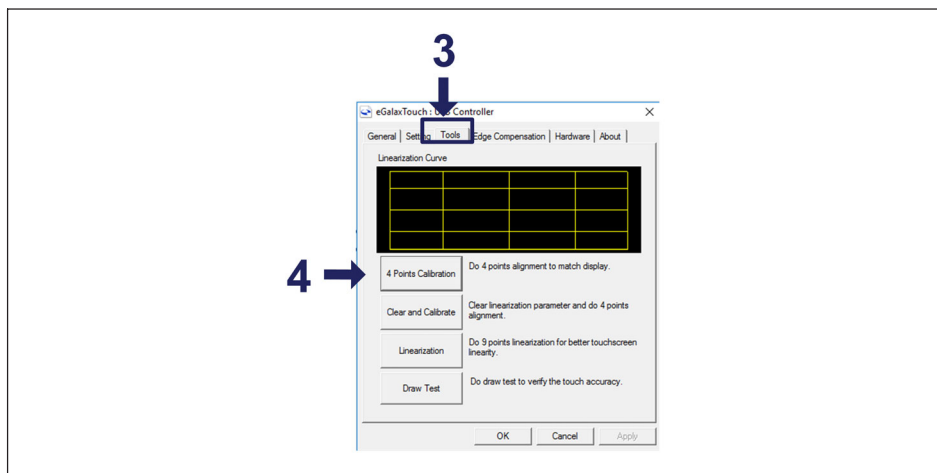

図3.14 スクリーンキャリブレーションの設定
- ▶ ユーティリティをロードしたら、タブ Tools (図3.14の3)を選択し、[4 Points Calibration]ボタン(図3.14の4)を押して、画面のキャリブレーションを開始します。